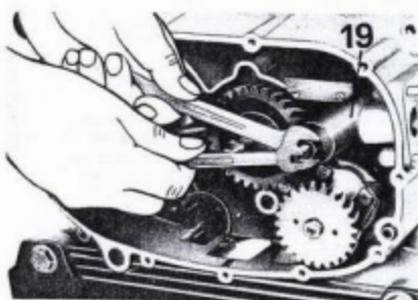

Abb. 20/1
- die Buchse mit Dichtring für die Nockenwelle mittels des entsprechenden Werkzeugs Nr. 10904400 (19 aus Abb. 20/1). Diese Buchse kann auch bei montiertem Motor abgenommen werden, um falls nötig, die Schwungscheibe beim Ansetzen des Werkzeuges auf der Buchse drehen sehen zu können.